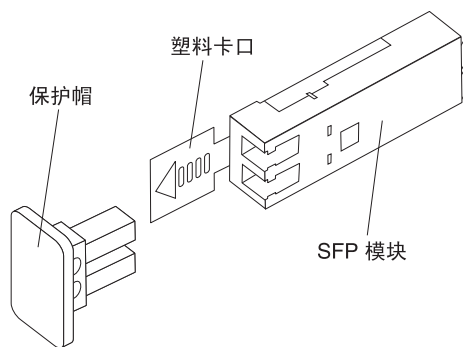

图 23. SFP 模块和保护帽
2. 请从 SFP 模块卸下保护帽如图 23 中所示。请妥善保管保护帽以供将来使用。
2. 如果有必要，从 SFP 模块上取下保护帽，如第 35 页的图 23 中所示。请妥善保管保护帽以供将来使用。